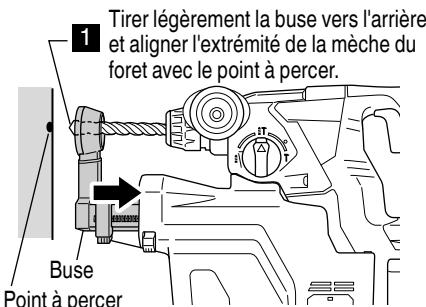

Fig. 10
#### 4. Perçage (Fig. 10, 11, 12)
- (1) Saisir la buse avec la main et la tirer légèrement vers l'arrière, puis aligner l'extrémité du foret avec l'endroit à percer. (Fig. 10)